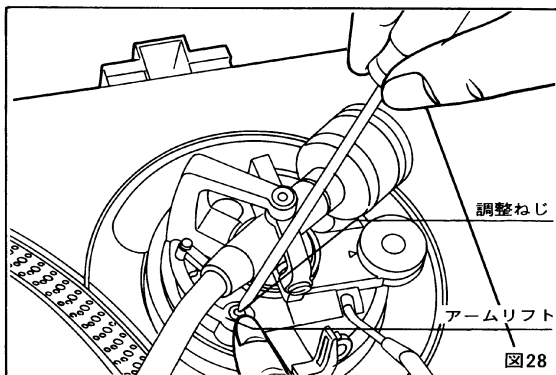

図28
- ねじ頭は六角形になっていますから、必ずアームリフトを下方へ押えながらねじをまわしてください。(図28)